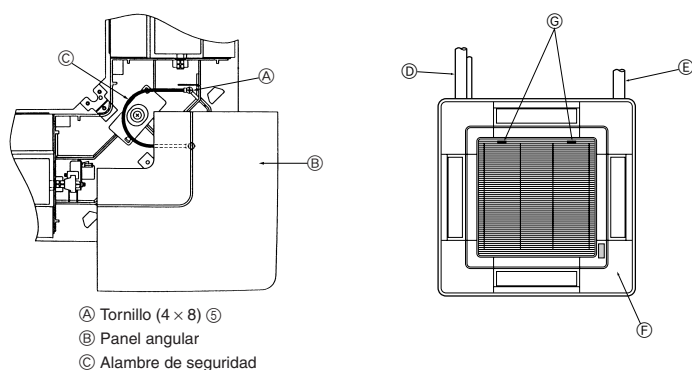

Fig. 5-10
5.7. Instalación de la rejilla de admisión (Fig. 5-10)